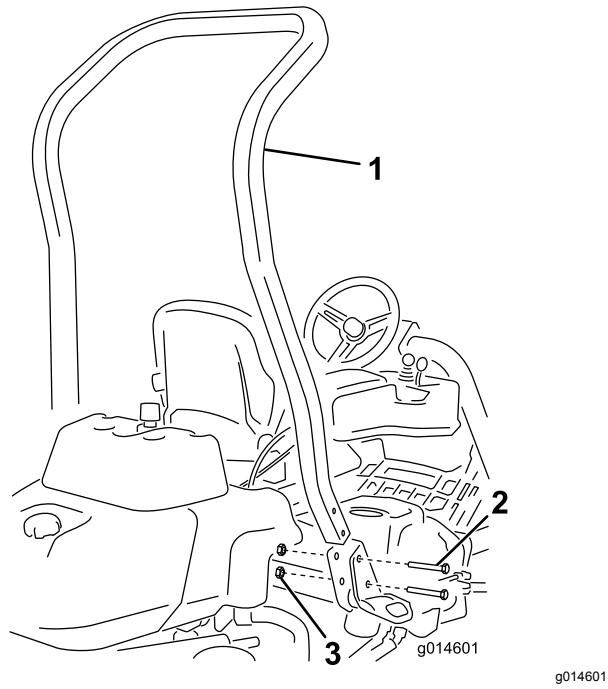

Figura 3
3. Instale a barra nas bolsas de cada lado da máquina, utilizando 4 parafusos (½ pol. x 3¾ pol.) e quatro porcas flangeadas (½ pol.), como se mostra na Figura 3.